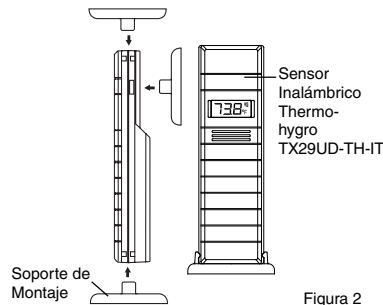

Figura 2
- Sensor a distancia inalámbrico Thermo-Hygro (TX29UD-TH-IT) y soporte de montaje. (Figura 2)